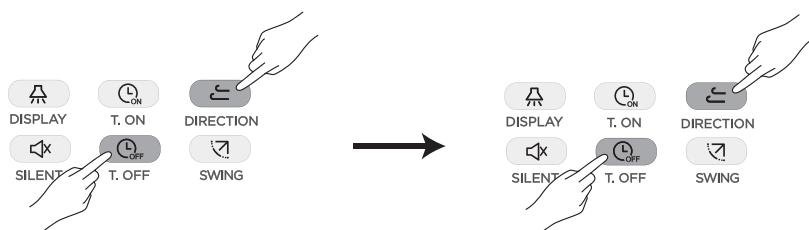

Рисунок 32
- 3) Натисніть кнопку , щоб увійти в інтерфейс налаштування параметрів, потім за допомогою кнопок та встановіть значення параметра (див. Рис. 32).